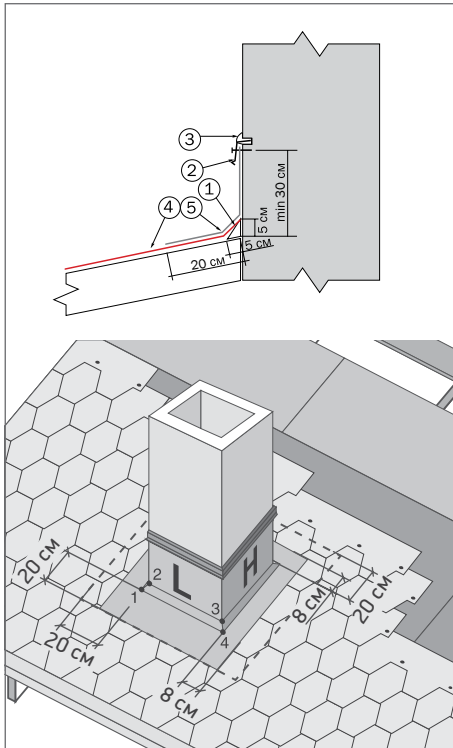
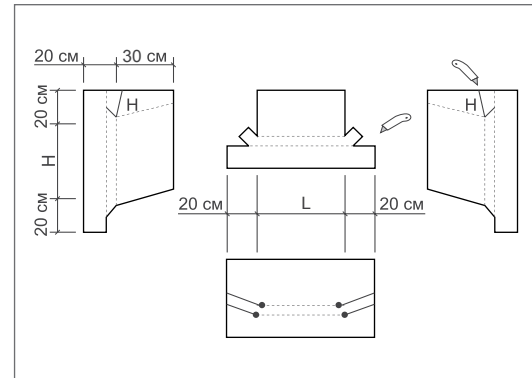
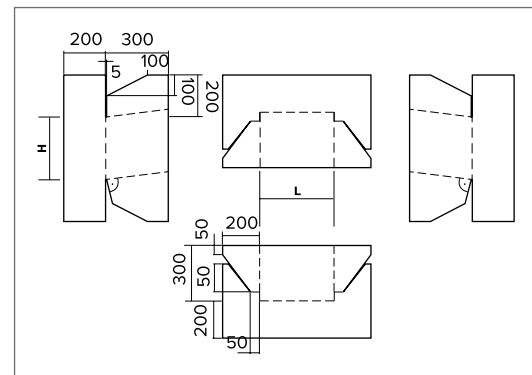

Рис. 21
Рис. 22
Рис. 23
В местах стыков ската кровли со стенами (Рис. 21) набивается треугольная рейка (1), на которую заводится рядовая черепица (4). В качестве треугольной рейки может быть использован деревянный брус 50 × 50 мм, распущенный по диагонали, либо обычный деревянный плинтус (1). Если поверхность вертикальной стены кирпичная, то ее необходимо предварительно
Для герметизации дымовых и вентиляционных труб делают выкройку либо из ендовного ковра (Рис. 22), либо из металла с антикоррозийным покрытием (Рис. 23). Полученные выкройки сгибаются или надрезаются в определенных местах. Способ монтажа показан на рис. 21. Первоначально монтируется левая выкройка с заводом на рядовую черепицу. Затем монтируется правая, которые заводятся под черепицу.